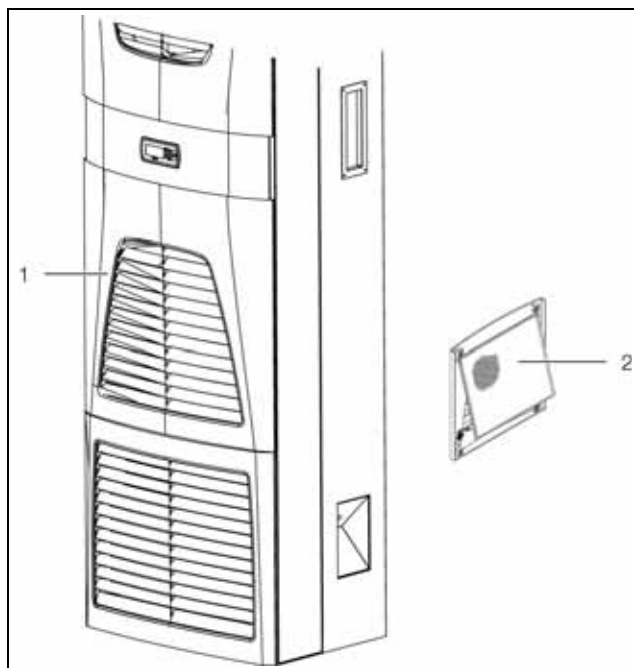

Рис. 51: Установка фильтрующей прокладки (3360.100, 3360.250, 3360.470)
- Удалите решетку на входе воздуха (рис. 51, поз. 1).
- Поместите фильтрующую прокладку (арт. № 3286.410), во внутрь (рис. 51, поз. 2) решетки и установите ее обратно на корпус.